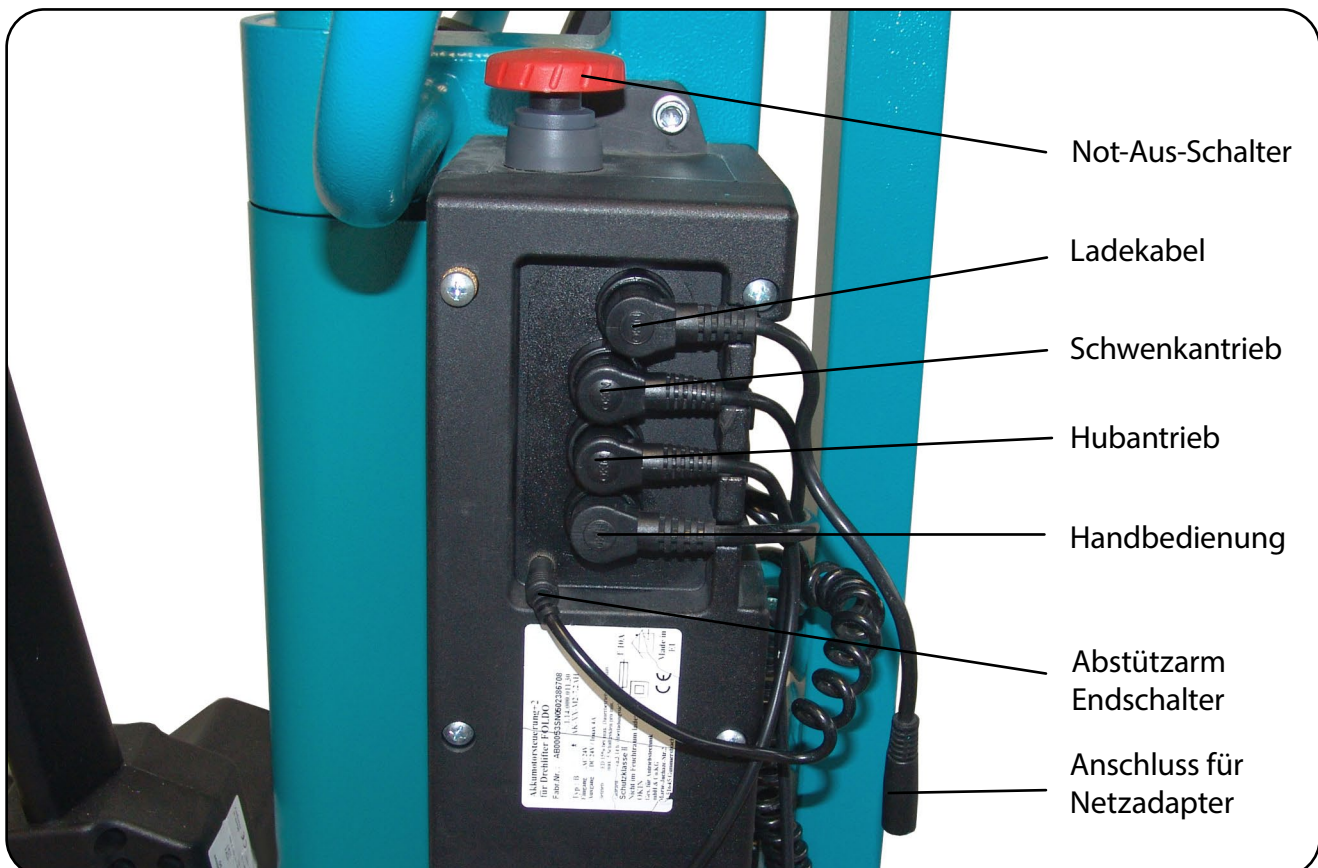

Abb. 7.01 – Steuereinheit
1. Überprüfen Sie die Anschlüsse an der Steuereinheit des Patientenlifters (Abb. 7.01).
3. Entriegeln Sie den Not-Aus-Schalter (Abb. 7.01), falls er gedrückt ist, durch Verdrehen im Uhrzeigersinn (Pfeilrichtung); siehe Kapitel Bedienung Abschnitt **Not-Aus-Schalter**.